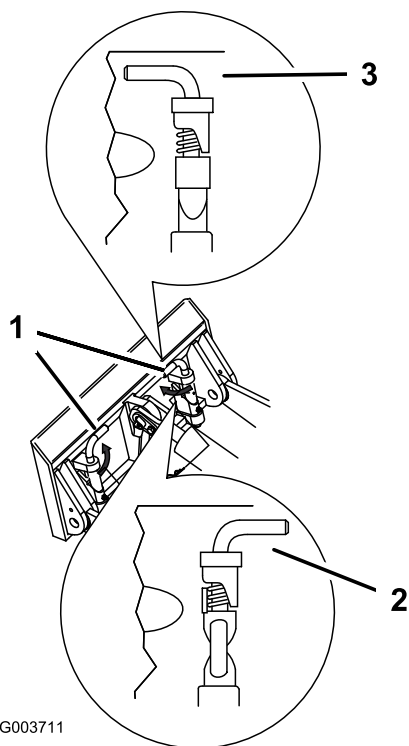

Figure 26
7. Engagez complètement les goupilles à fixation rapide dans la plaque de montage (Figure 26).